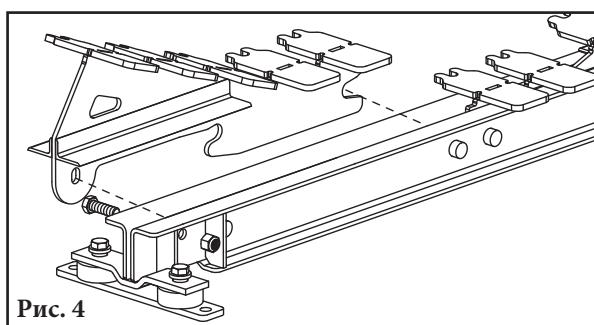

Рис. 4
4. Демонтируйте лоток в сборе. Выверните центральный монтажный болт и два внешних болта фланца. Сдвиньте и снимите лоток в сборе на каждой U-образной поперечине (рис. 4).